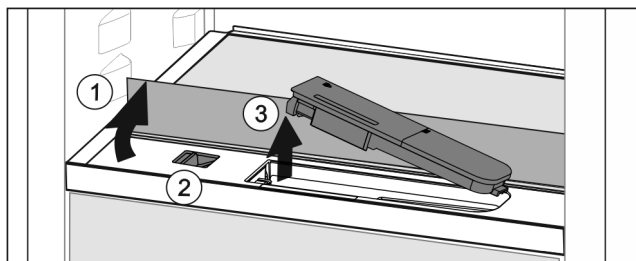

Fig. 127
- Podignite staklenu ploču i otklopite je do graničnika prema natrag Fig. 127 (1).
- Pomaknite Fig. 127 (2) klizač ulijevo.
- Izvadite spremnik za vodu Fig. 127 (3).